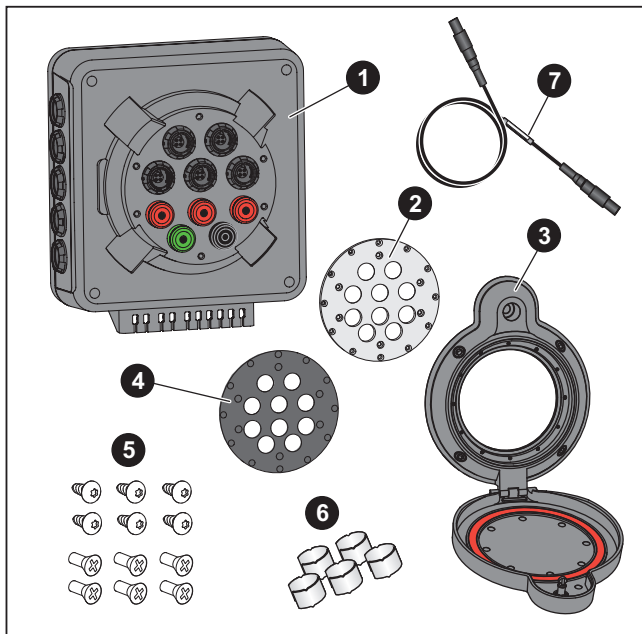

Figura 1. Peças do PQ Window
Retire o produto da embalagem quando ele chegar. Veja a figura 1. Identifique e verifique se todas as peças do equipamento estão na embalagem:
4. Nos cabos de teste de corrente, aplique o marcador de cabo 1 do conjunto (veja a figura 1, item 6) em ambas as extremidades do cabo para a fase A/L1. Continue com o marcador 2 para a fase B/L2, e com o marcador 3 para fase C/L3 e N e Terra.